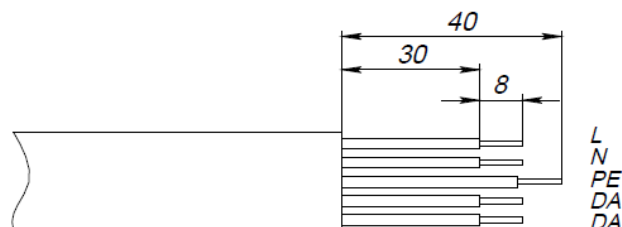

Рис. 2.4
4.2.5. Снять крышку светильника, открутив винты, завести пятижильный сетевой провод через кабельный ввод в корпусе и зажать в нем. Кабельный ввод допускает ввод питающего кабеля с внешним диаметром 6-10 мм. Подключить токоведущие жилы к клеммной колодке в соответствии с указанной полярностью: L, N, PE, DA и DA. (рис. 2.4). Для использования регулирования DALI, управляющие провода подключаются к клеммной колодке (DA и DA) без соблюдения полярности. Закрепить крышку на светильнике, затянув винты. Максимальное усилие затяжки – 6 Нм.